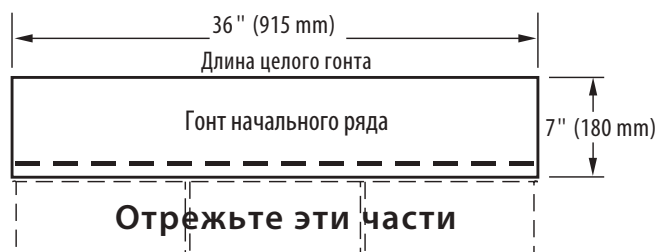

Рис. 10-6. Изготовьте гонты начального ряда, отрезав язычки.
1. Для укладки начального ряда используйте гонт SwiftStart™ или Universal Starter компании CertainTeed либо гонты, у которых отрезаны язычки (Рис. 10-6). Обратите внимание, что герметик на гонтах начальных рядов должен быть как можно ближе к краю карнизов крыши.
1. Для укладки начального ряда используйте гонт Swiftstar или Universal Starter компании CertainTeed либо гонты, у которых отрезаны 12,7 см язычки (Рис. 10-6). Обратите внимание, что герметик на гонтах начальных рядов должен быть как можно ближе к краю карнизов крыши.
1. Для укладки начального ряда используйте гонт SwiftStar или Universal Starter компании CertainTeed либо гонты, у которых отрезаны 12,7 см язычки (Рис. 10-6). Обратите внимание, что герметик на гонтах начальных рядов должен быть как можно ближе к краю карнизов крыши.